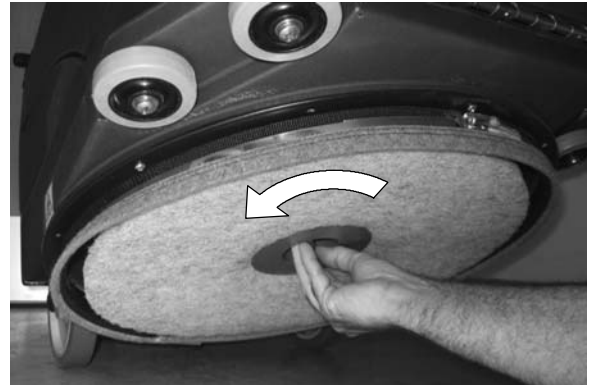

FIG. 26
1. Enlevez le patin à polir et nettoyez-le ou remplacez-le (Figure 26).